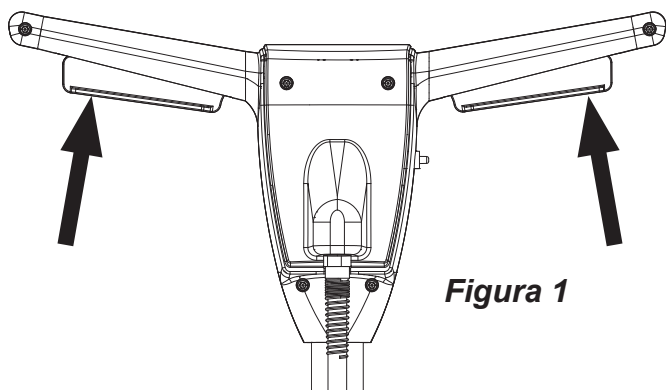

Figura 1
**Palancas Arranque / Parada** (Véase Figura 1).